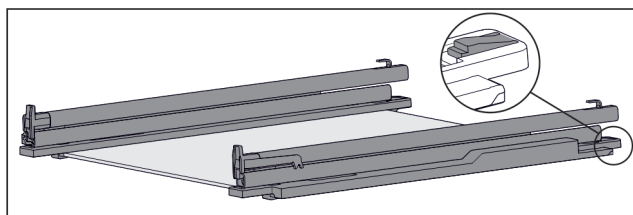

Fig. 127 Стъклена плоча с релси и задържащи части
- Натиснете надолу задържащата част отзад (виж Fig. 127) и едновременно с това избутайте релсата назад.